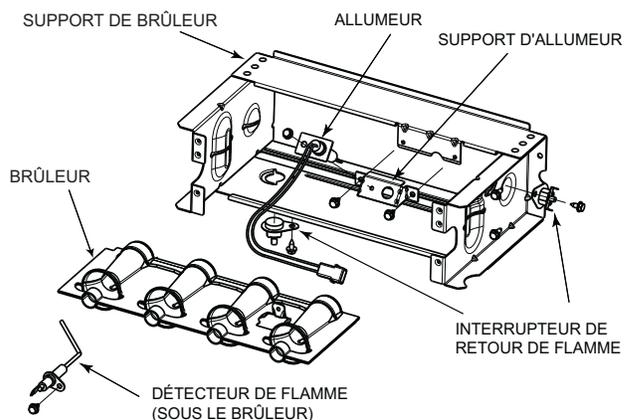

Fig. 68 – Ensemble de brûleur
6. Retirez les vis qui fixent l'ensemble de brûleur au panneau cellulaire. Consultez la figure 68.